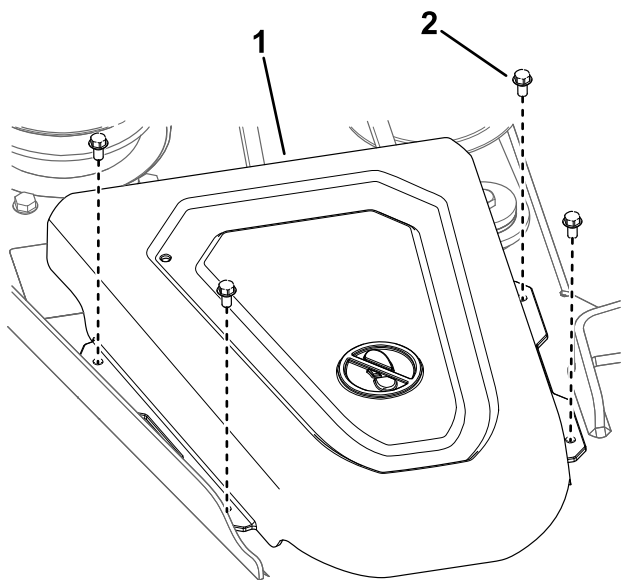

Figure 60
5. Déposez les couvercles de poulie (Figure 60).